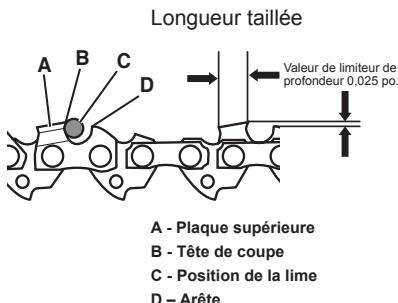

Fig. 16
valeur du limiteur de profondeur (Fig. 16). Lorsque vous affûtez la tête de coupe, la valeur du limiteur de profondeur entre la tête et l'arête de la plaque latérale diminuera. Pour maintenir un rendement optimal de coupe, l'arête doit être limée afin d'atteindre la valeur recommandée du limiteur de profondeur.
- La valeur du limiteur de profondeur est également réduite à chaque affûtage. À tous les 5 affûtages, utilisez un outil de mesure des limiteurs de profondeur pour vérifier la hauteur entre la tête de coupe et l'arête (Fig. 16). Le cas échéant, utilisez une lime plate pour limer l'arête pour atteindre la valeur de limiteur de profondeur de 0,025 pouce.